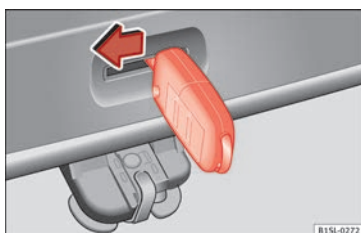

Fig. 7 Dal bagagliaio: sbloccaggio di emergenza del portellone posteriore.
- Inserire l'ingegno della chiave nell'apertura del portellone posteriore » **fig. 7** e premere